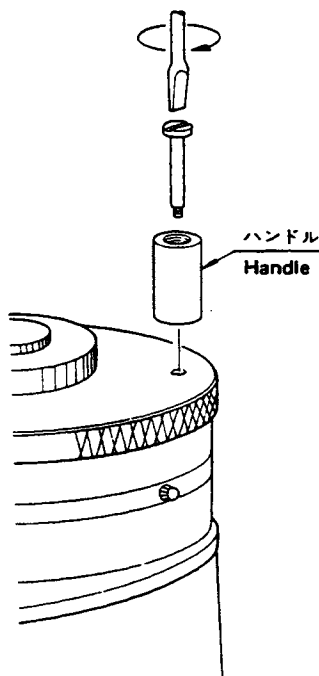

Fig. 2
- 基準ブロック(標準付属品)と同封されているハンドルをFig.2のようにハイトマスタ本体のマイクロメータヘッドにしっかり固定して下さい。